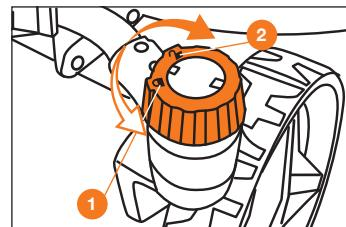

Рис. 12
Газонокосилка оборудована передними поворотными колесами, что значительно увеличивает маневренность и снижает угол поворота облегчая проведение работ на участках с большим количеством насаждений, дорожек или других препятствий. Для возможности проведения работ на больших участках колеса снабжены стопорами механизма поворота. Для активации этой функции поверните рукоятку на колесе в положение «ЗАКРЫТО» ①. Для возврата возможности поворотного вращения колеса, поверните рукоятку в положение «ОТКРЫТО» ② (Рис. 12).